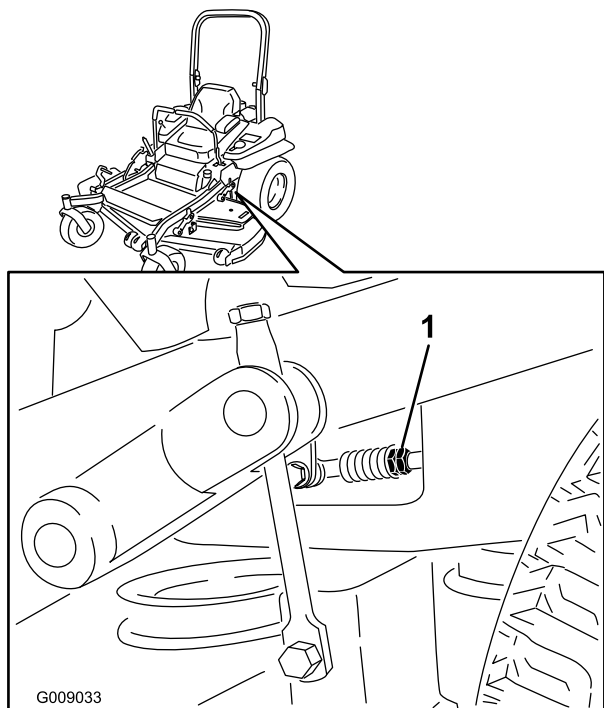

Figure 81
7. Placez les leviers de commande de déplacement en position point mort. Réglez la longueur des tiges de pompes en tournant les doubles écrous dans le sens voulu jusqu'à ce que les roues tournent légèrement en marche arrière (Figure 81). Placez les leviers de commande de déplacement en position de marche arrière et, tout en appuyant légèrement sur les leviers, laissez les ressorts de marche arrière ramener les leviers au point mort. Les roues doivent s'arrêter de tourner ou tourner légèrement en arrière.